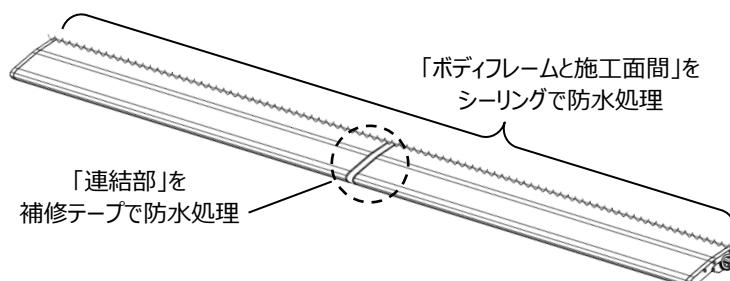

図10：防水処理方法
- 器具の設置後、「ボディフレームと施工面間」および「連結部」をシーリング、補修テープで防水処理を行ってください。（図10）